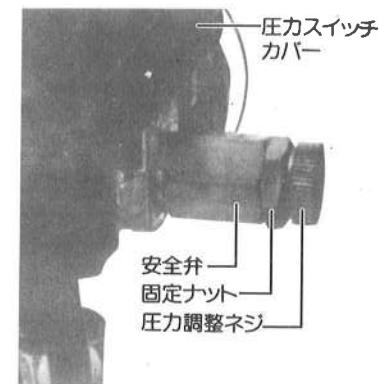

図11
- 安全弁は最高圧力0.78MPa(8kgf·cm2)に設定しています。この安全弁は万一、圧力スイッチが正常に作動しないでタンク内の圧力が0.78MPa(8kgf·cm2)になったとき、安全弁が作動してタンク内の圧力を下げる装置です。通常の作業においては調整する必要はありません。(図11参照)